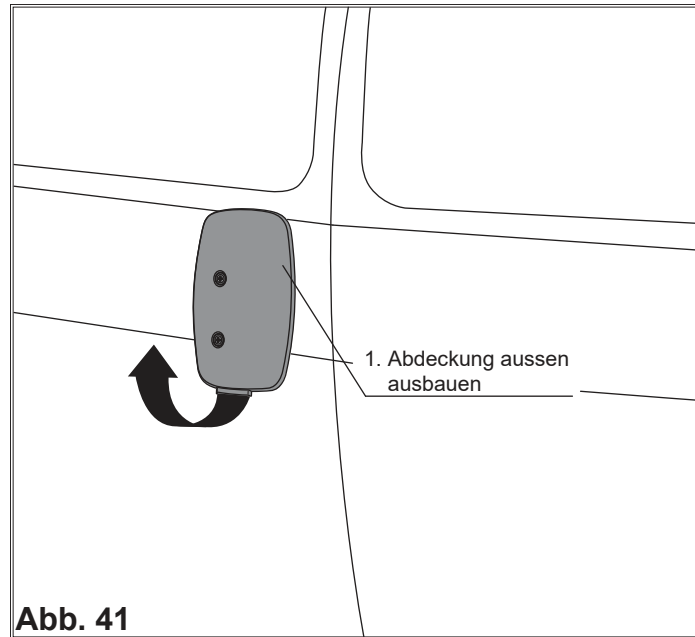

Abb. 41
1. Die Abdeckung ausbauen, wenn vorhanden, (Abb. 41).